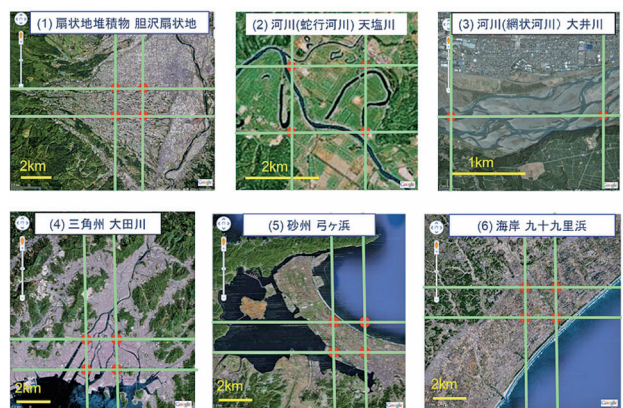

図35 堆積環境と測線設定(2km間隔)
2次元探査で地下の構造を捉えるにあたっては、対象地層の堆積環境によって必要な測線密度が異なります。**図35**には様々な堆積環境での現世の地表写真を示しますが、地下の堆積状況も同様になっていると考えられ、例えば**図35 (1)**の扇状地のような構造を捉えるには2km間隔の測線でも十分と言えますが、**図35 (2)**のような蛇行河川を捉えるにはこの間隔では十分でないと考えられます